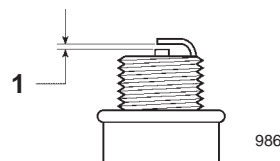

Figure 21
4. Réglez l'écartement des électrodes de la bougie neuve à 0,50 mm (Fig. 21).